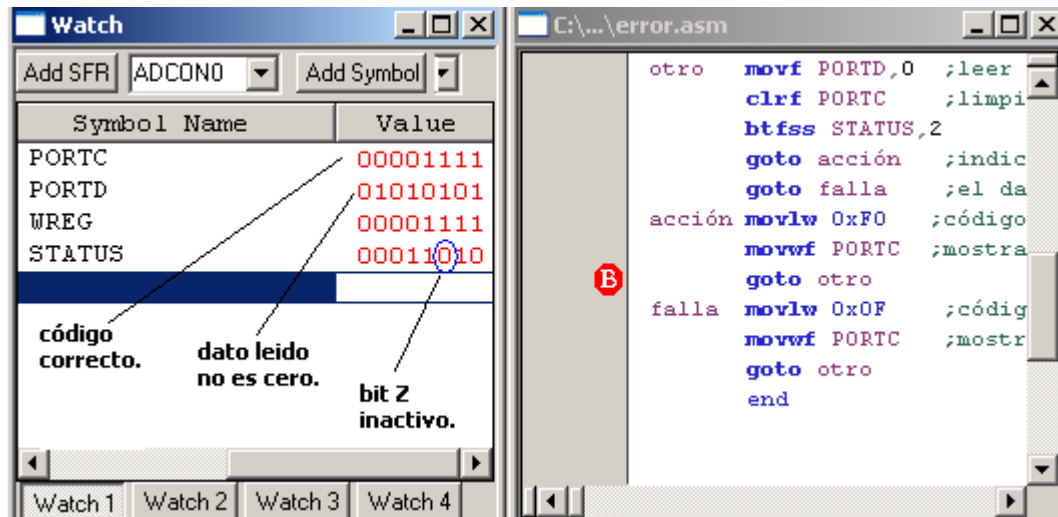

Fig.4.28 Registros después de la depuración paso a paso del código corregido.
- Colocar un breakpoint (Fig.4.28), correr paso a paso, verificar que el bit Z es cero y que el dato en el puerto C es 0xF0, el resultado se muestra en la Fig.4.28.